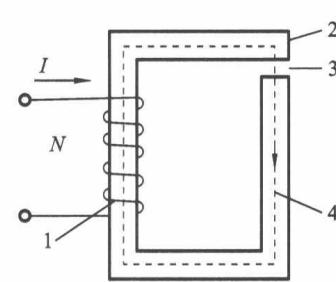

图 1.13 磁路的构成
② 磁路欧姆定律 图 1.13 所示为绕有线圈的铁芯,当线圈中通入电流 I 时,在铁芯中就会有磁通通过。实验可知,铁芯中的磁通与通过线圈的电流 I 、线圈匝数 N 、磁路的截面积 A 及磁导率 μ 成正比,与磁路的长度成反比。